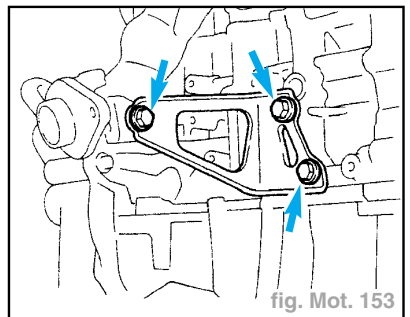

fig. Mot. 153
- Reposer le support de collecteur avec les 3 boulons. Serrer les boulons en alternance. Serrer au couple prescrit de **3,70 daN.m** (fig. Mot. 153).